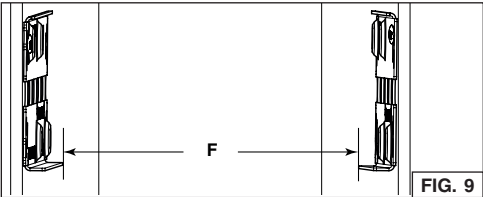

FIG. 9
7. Mesurer la distance entre les rebords du bas des deux supports (F) (FIG. 9). Le tableau ci-dessous indique les distances appropriées nécessaires :